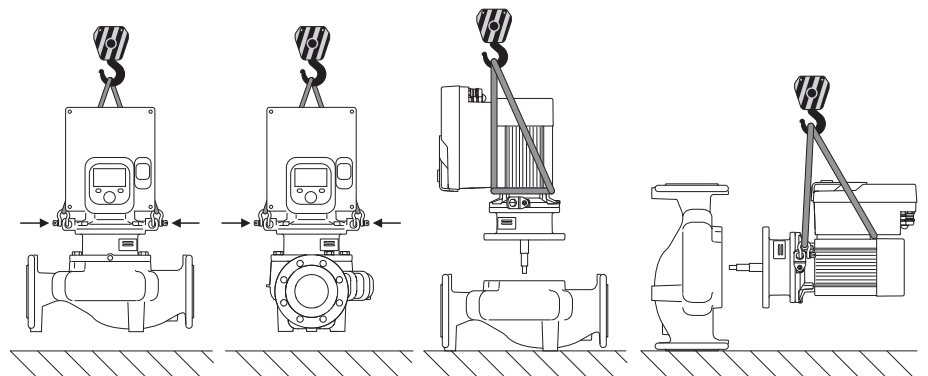

Fig. 6: Sens de levage d'une pompe simple
La pompe doit être transportée à l'aide d'accessoires de levage homologués (p. ex. palan, grue, etc.). Les accessoires de levage doivent être fixés sur les œillets de transport présents sur la bride du moteur. Pousser les boucles de levage, si nécessaire, sous la plaque d'adaptation (Fig. 6/7). Sécuriser la pompe pour éviter qu'elle ne bascule.
1. Laisser deux œillets de transport (Fig. I, pos. 30) libres sur la bride de moteur.
2. Fixer le kit embrochable (Fig. 4) sur les œillets de transport pour le sécuriser avec des instruments de levage appropriés. Pour empêcher l'unité de basculer, attacher une sangle autour du moteur et de l'adaptateur du module électronique comme indiqué à la Fig. 6. Veiller à ne pas endommager le module électronique en fixant la sangle.
3. Desserrer les vis (Fig. I/II/III, pos. 29) et les retirer.